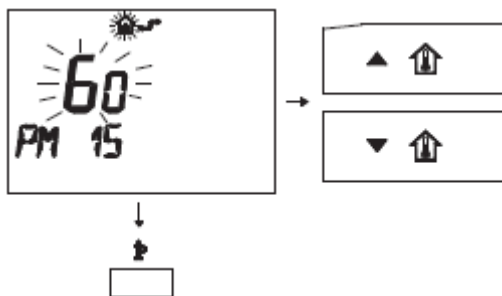

рис. 5.32
- измените установленное значение с помощью кнопок ▲ или ▼ до отображения значения 60, подождите, чтобы запрограммированная цифра начала мигать (см. рис. 5.32).